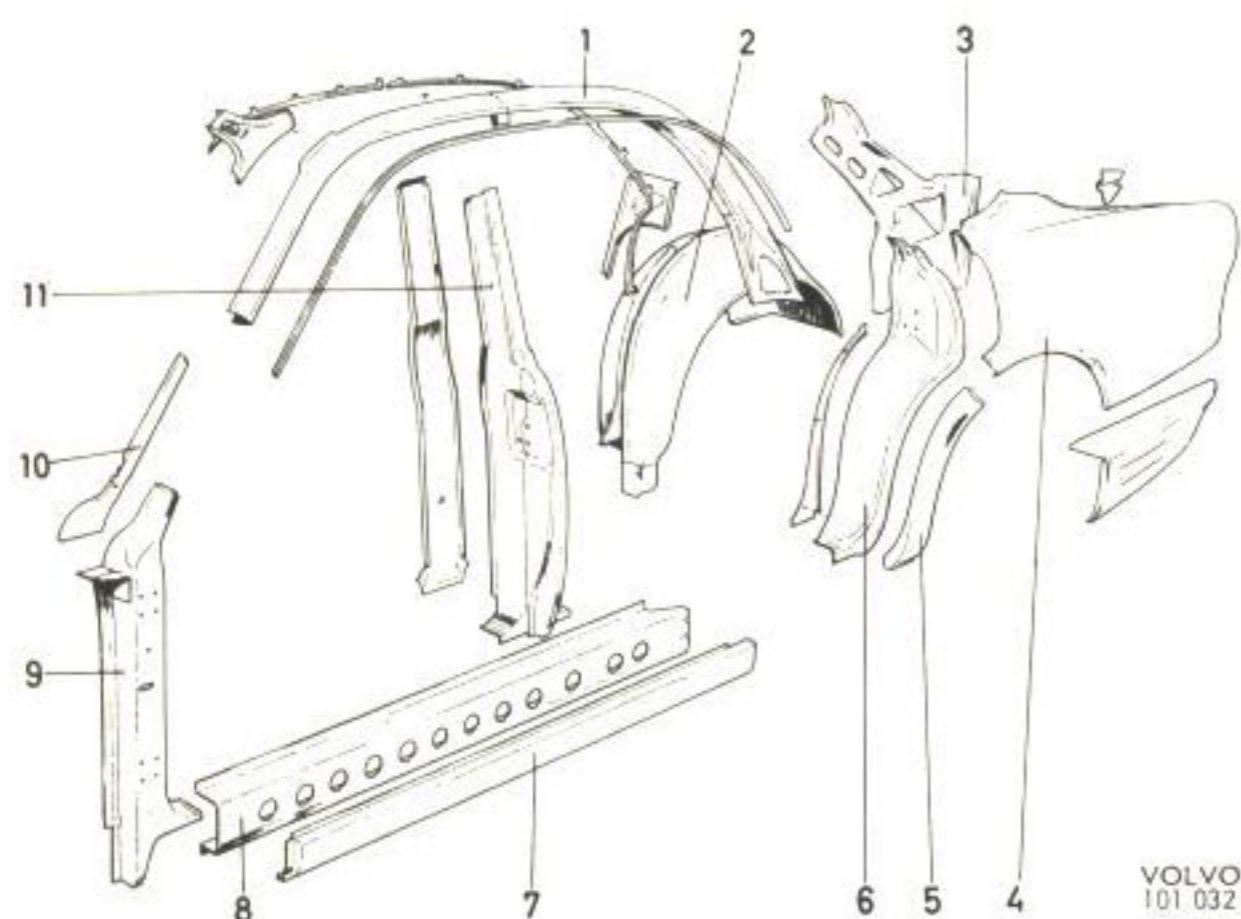

Bild 3. Sidoparti (4-dörrars)
Sidopartiet består på 4-dörrars vagnen (bild 3) av framstolpe (9), mellanstolpe (11), bakstolpe (6), mellersta och yttre bottensvällare (8 och 7), taksvällare (1), vindrutestolpe (10), bakre hjulhus (2) med hjulbåge (5), bakskärm (4), ryggplåt och knutplåt (3). Bottensvällare och hjulbåge är tillverkade av galvaniserad plåt.